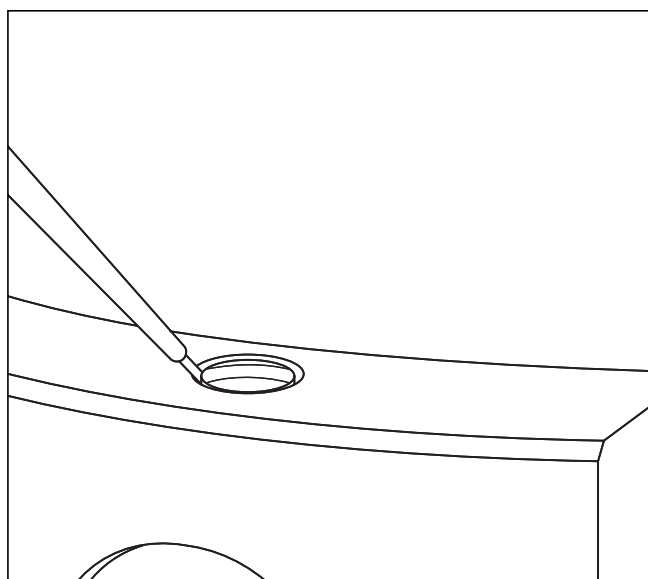

Fig. 8.10 Rimozione del cappuccio
- Sbloccare il cappuccio nero (vedere fig. 8.10) con un cacciavite ed estrarlo.